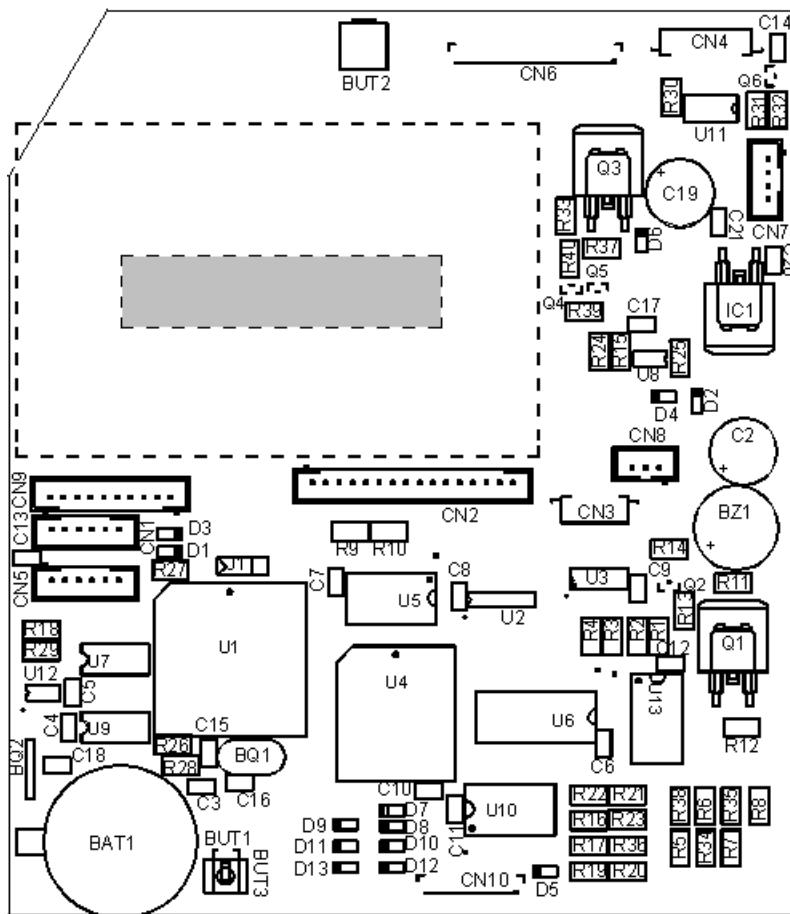

Рисунок 1 Системная плата и место крепления ЭКЛЗ
ЭКЛЗ с помощью стандартного крепления устанавливается непосредственно на системную плату на ту её часть, что свободна от элементов (на Рис. 1 место под ЭКЛЗ обозначено жирной пунктирной линией).
1. Обработайте место системной платы под крепление ЭКЛЗ обезжирающей жидкостью (на Рис. 1 место под жёсткую ленту крепления ЭКЛЗ помечено серым прямоугольником).